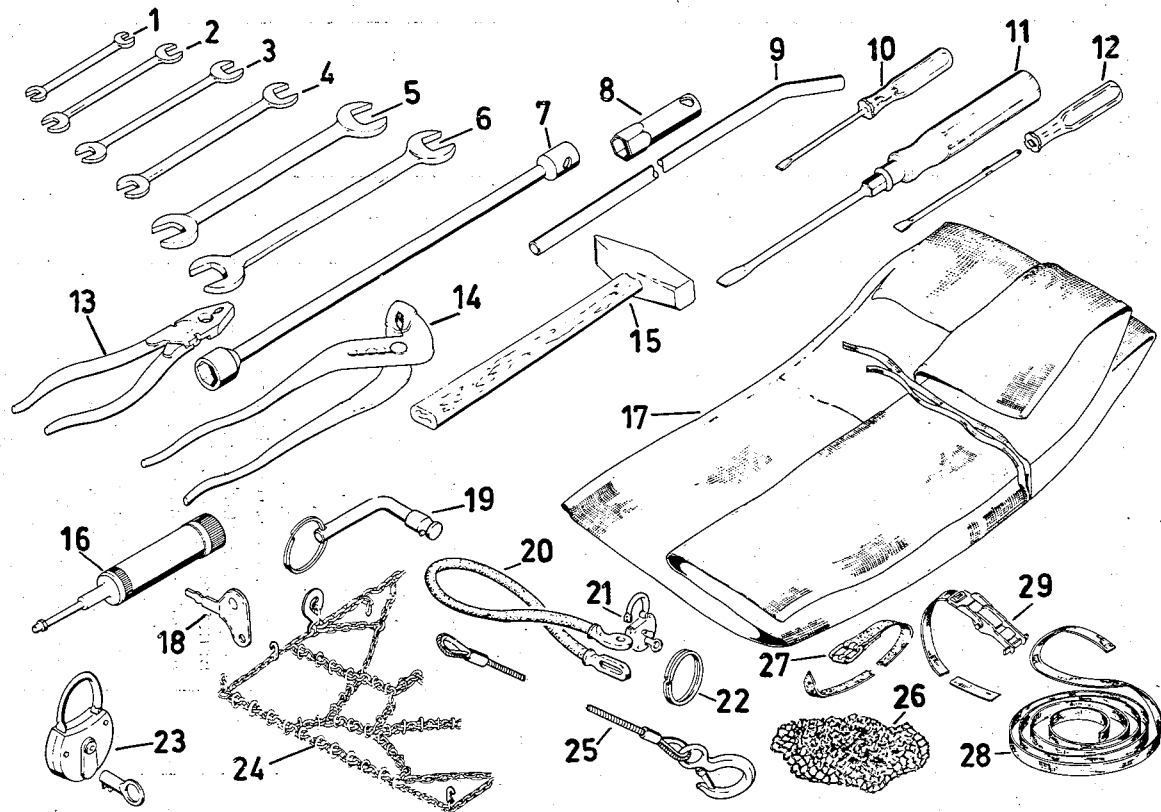

Bild 53 Zubehör
1.4.1. Zubehör (siehe Bild 53)